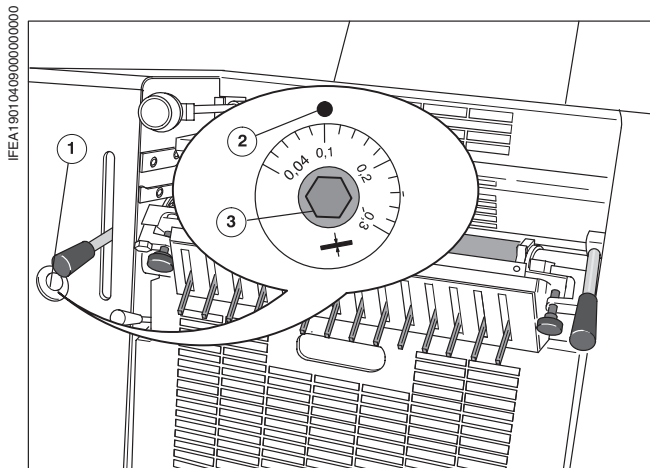

Рис. 33 Давление: офсетный цилиндр - печатный цилиндр.
❶ **Толщину печатного материала** настроить при помощи торцевого ключа со стороны приемки ПС (Рис. 33/❶).
Диапазон настройки 0,004 - 0,3 мм печатного материала. Установочный винт (Рис. 33/❸) установить ключом на отметку (Рис. 33/❷).